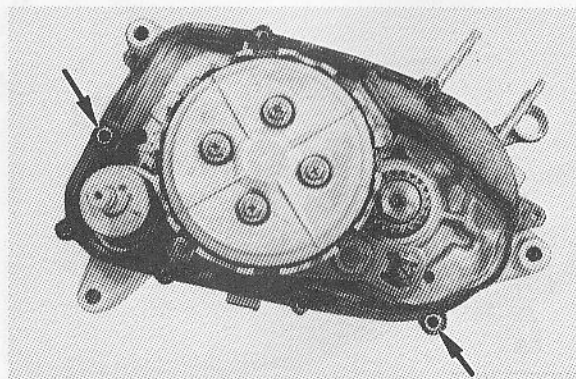

Fig. 3-4-21
When installing the crankcase cover (R) on the crankcase (R), use a new crankcase cover gasket. Make sure the two dowel pins are in place. (Fig. 3-4-21)
En installant le couvercle de carter (D) sur le carter (D), utiliser un nouveau joint de couvercle de carter. S'assurer que les deux goujons sont en place. (Fig. 3-4-21)